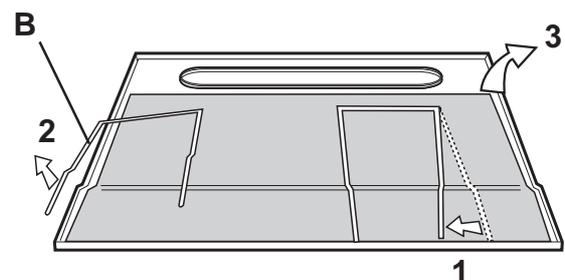

Fig. 13
- Release the clips B (Fig. 13).